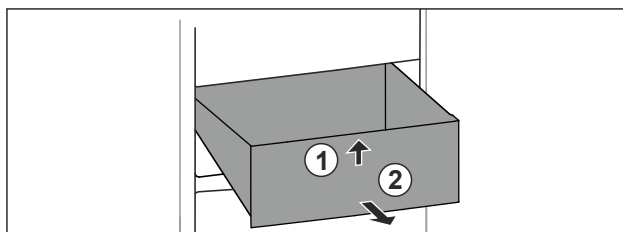

Fig. 33
► Lade aan de voorkant optillen. Fig. 33 (1)
► Lade naar voren toe verwijderen. Fig. 33 (2)